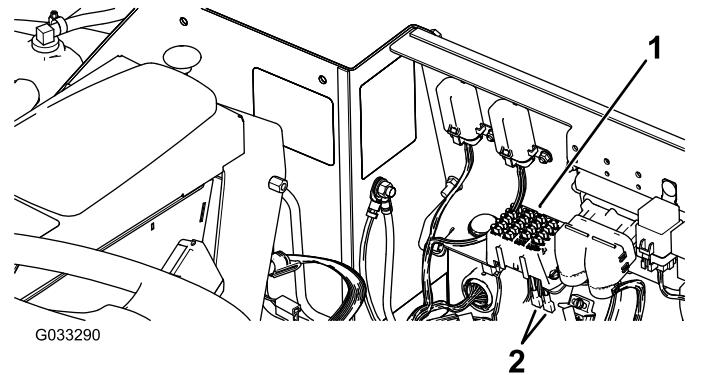
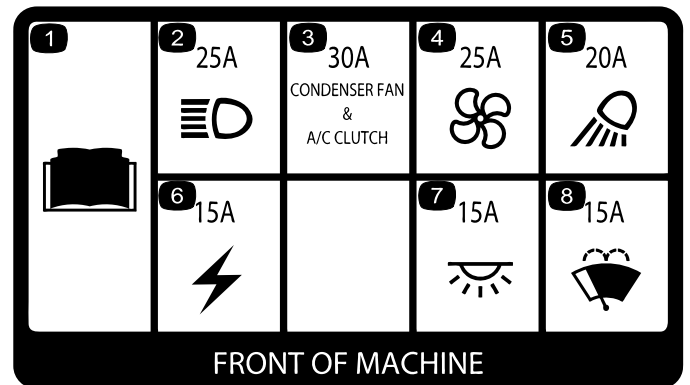
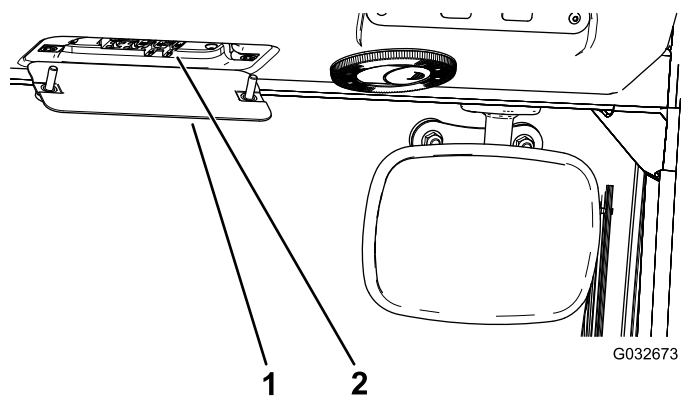

Figure 104
Figure 105
Figure 106
**Important:** Lors de l'installation d'un accessoire auxiliaire sur la machine, les seules sources d'alimentation électrique agréées sont le porte-fusibles du groupe de déplacement (Figure 104) ou de la cabine (Figure 106). Un maximum de 10 A est disponible à chacun de ces emplacements. Pour tout renseignement complémentaire, adressez-vous à votre concessionnaire Toro agréé.
Les fusibles de la cabine (Figure 105) sont situés dans le porte-fusibles sur la garniture de pavillon (Figure 106).